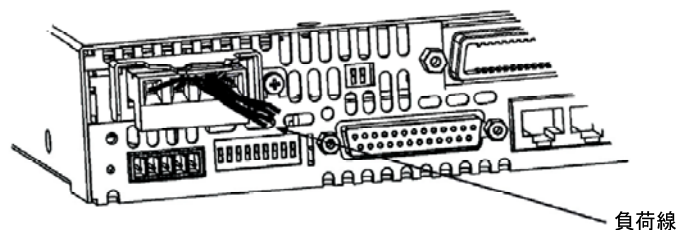

図 2-6 出力端子シールドカバーへの負荷線の固定
- (6) 束線バンドを使って、負荷線を出力端子シールドカバーの一方に締付けます。出力端子シールドカバー内の線長に余裕を持たせて固定してください。
- ◆ 図 2-6 を参照してください。